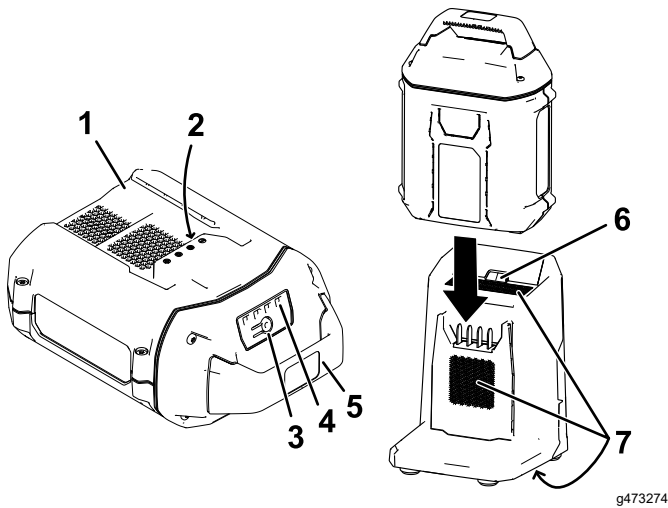

Figure 15
2. Placez le creux de la batterie (Figure 15) devant la languette du chargeur.
3. Glissez la batterie dans le chargeur jusqu'à ce qu'elle soit complètement enclenchée (Figure 15).